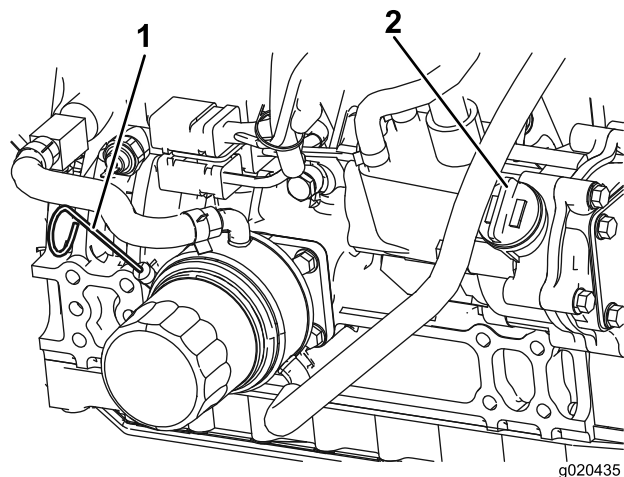

図 16
オイル量が安全レンジ内にあればよい 図 16。
4. 不足している場合は、キャップ 図 16 を取り、Full 位置までオイルを補給する。入れすぎないでください。